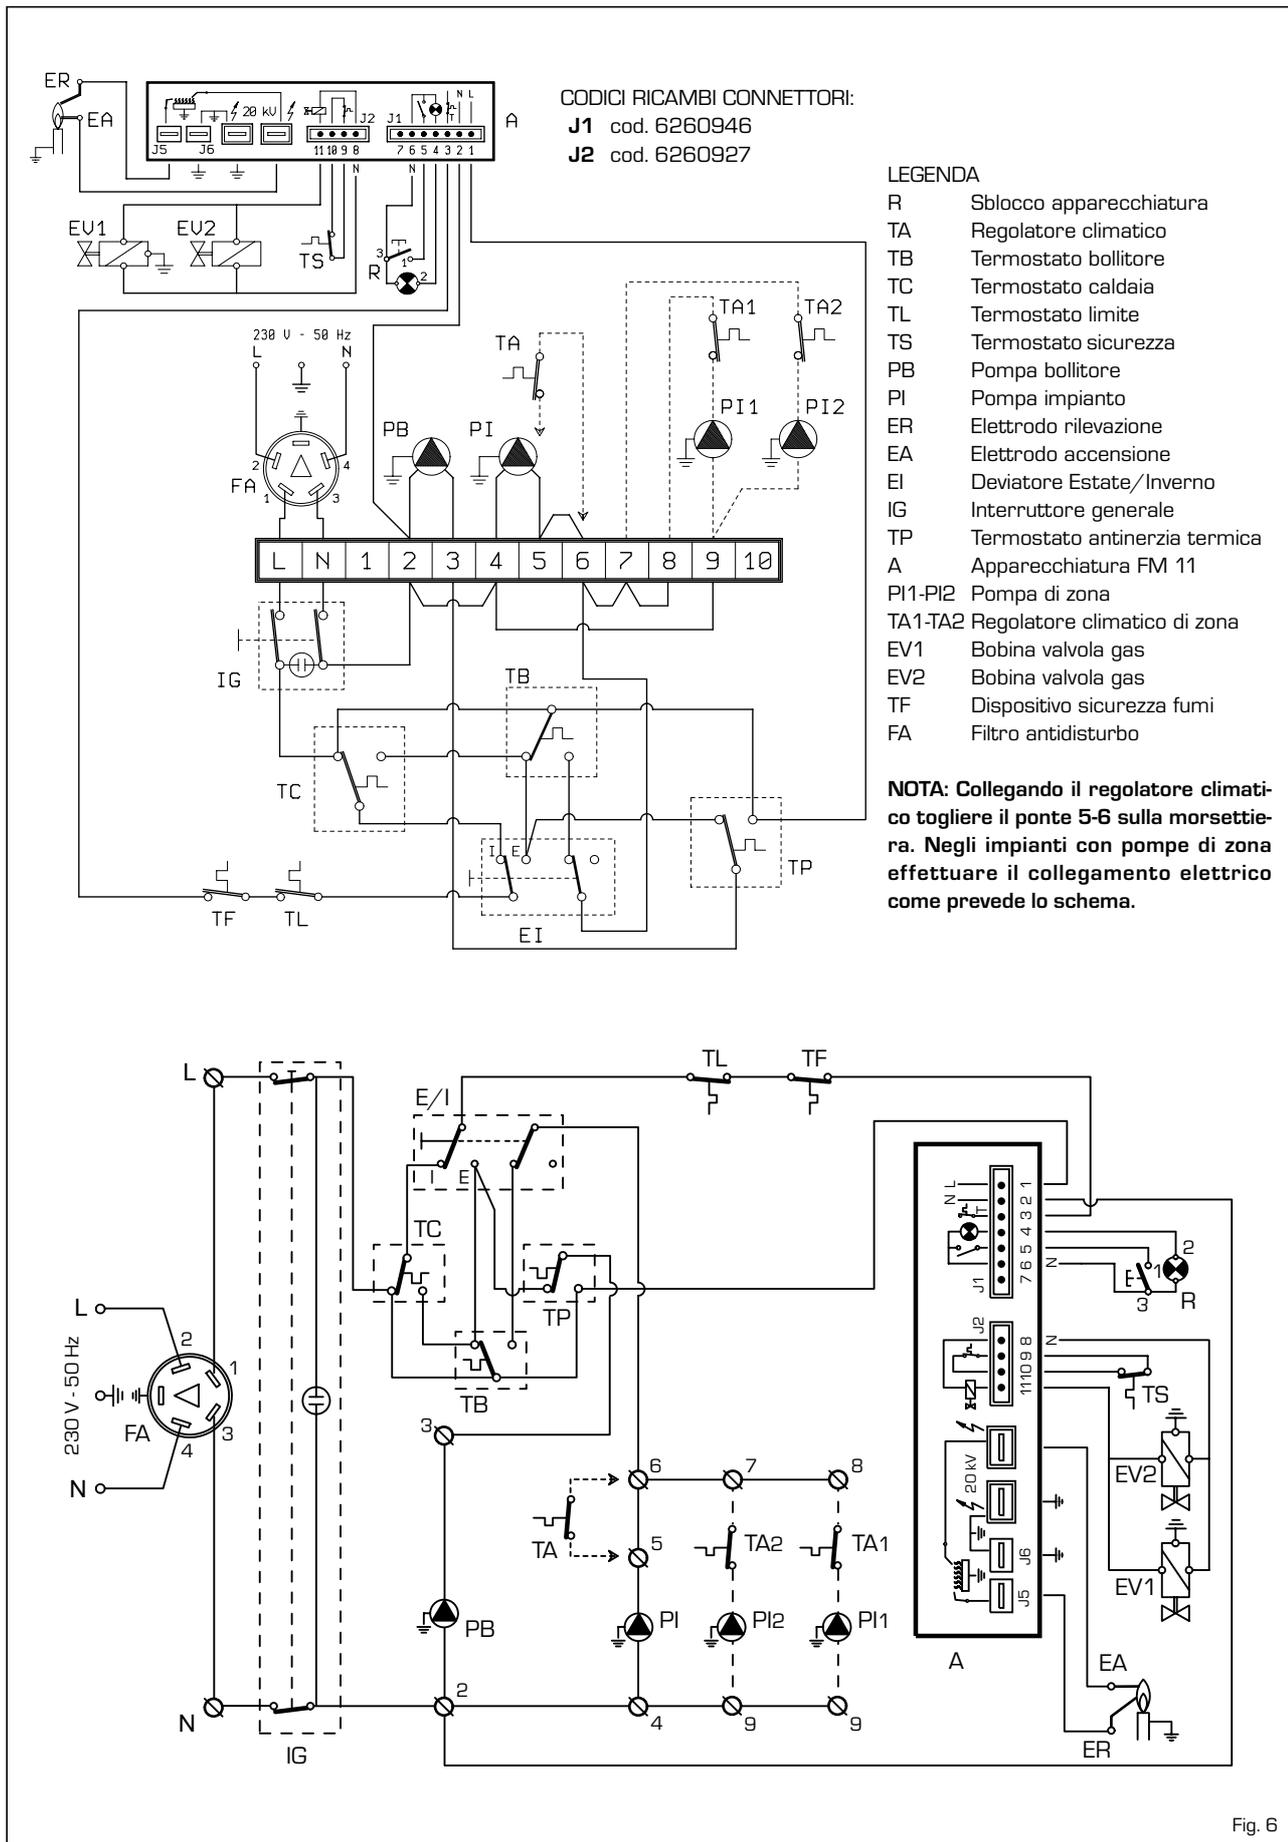

Fig. 6
- Collegare elettricamente i circolatori della seconda e terza zona, comandati ciascuno dal proprio regolatore climatico, come previsto dallo schema elettrico (fig. 6).